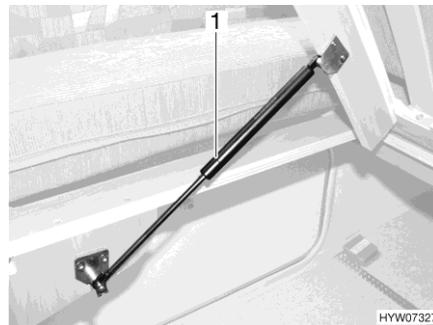

Fig. 135 Letto fisso
- Sollevare il telaio portamaterasso. Le molle a gas (Fig. 135,1) mantengono il telaio portamaterasso in posizione di apertura.